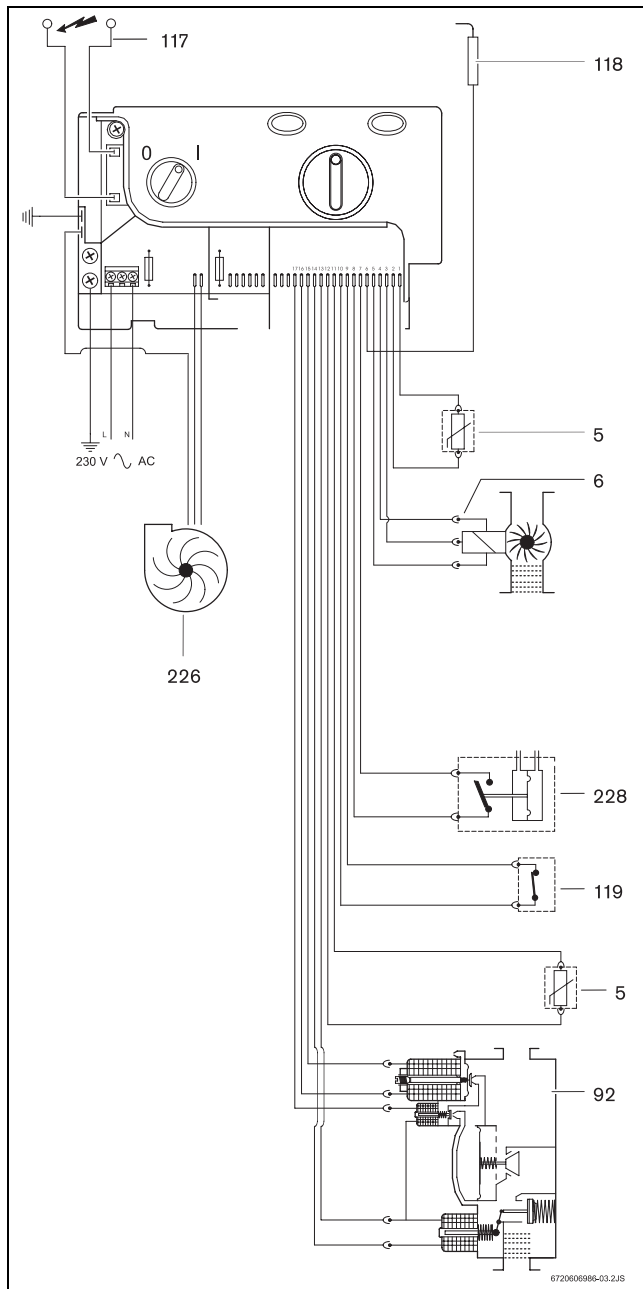

Fig. 3 Esquema eléctrico
Sempre que se abrir uma torneira de água quente, o sensor de caudal de água (→Fig. 3, pos. 6) envia um sinal à unidade de comando. Este sinal provoca o seguinte:
- Simultaneamente, dá-se a produção de faíscas e a válvula de gás (→Fig. 3, pos. 92) abre.
- O eléctrodo de ionização (→Fig. 3, pos. 118) supervisiona o estado da chama